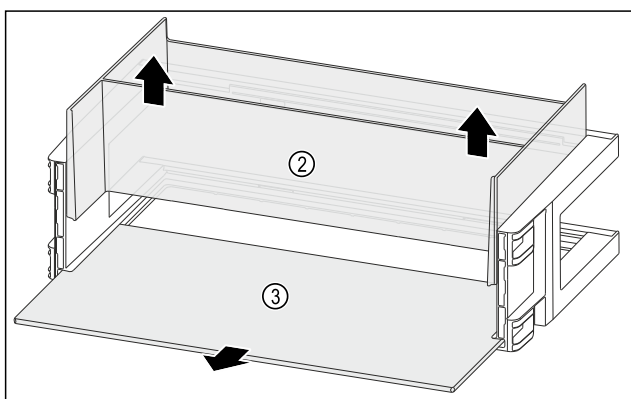

Fig. 141
- Retirer l'Organizer *Fig. 141 (2)* vers le haut.
- Retirer la tablette de rangement *Fig. 141 (3)*.